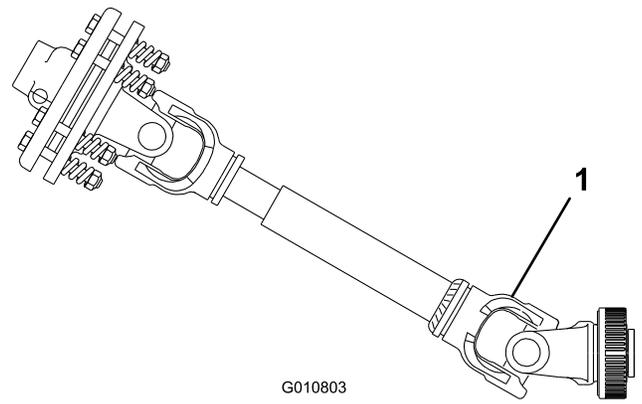

図 21
**重要** PTO の接続を行なう時にエアレータを必要以上に高く持ち上げないでください。高く上げすぎると PTO シャフトの継手部分を破損させる恐れがあります（図 21）。エアレータを上昇させたままの状態では、絶対に PTO を連続回転させないでください。PTO は 25° 程度の角度までは折れた状態で運転が可能ですが、エアレータを一番高い位置にした場合でも 35° を絶対に超えないようにしてください。